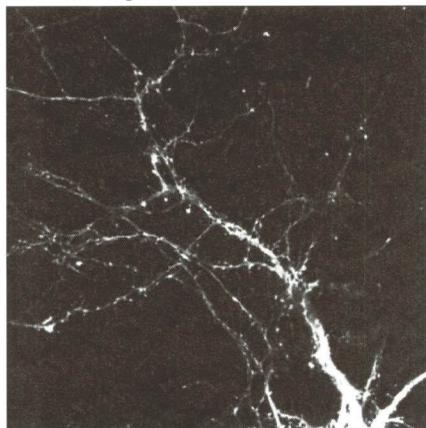

図2 DIV7でエレクトロポレーションし、DIV18で固定 (×60レンズで撮影)
⑫ DIV18まで培養し、EGFPのシグナルを観察する (図2) ①
① EGFPのシグナルはスパイン様構造物にみられる。エレクトロポレーションする時期を調整することで樹状突起伸長・分岐やシナプス形成への影響を検討することができる。